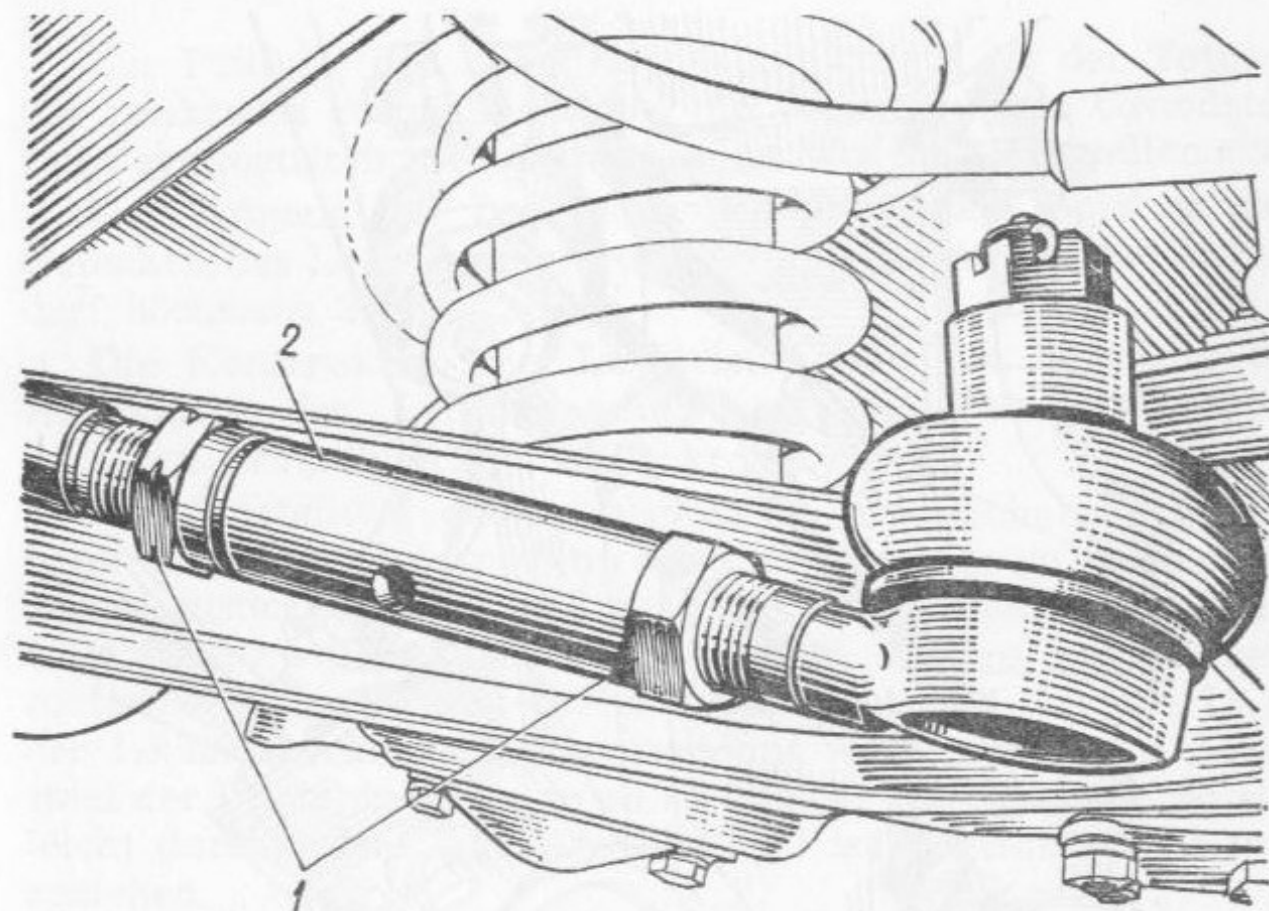

Bild 80. Einstellung der Vorspur der Vorderräder :
Falls die beim Messen erhaltenen Größen vom zulässigen Wert um höchstens 5 *mm* abweichen, kann die Vorspur durch Änderung der Länge nur einer der Spurstangen (z.B. der rechten) eingestellt werden (Bild 80). Dazu sind zwei Gegenmuttern 1 (Gegenmutter mit den eingekerbten Kanten hat Linksgewinde) zu lockern und die Einstellmuffe 2 in nötigem Sinn zu drehen. Darauf Vorspur wieder prüfen und falls sie 1—2 *mm* betrifft, Gegenmuttern festziehen, wobei darauf zu achten
2. Zwei Gegenmuttern 1 (Bild 80) an der linken Spurstange lockern (die Gegenmutter, welche näher zur Längsachse des Wagens angeordnet ist, hat Linksgewinde).